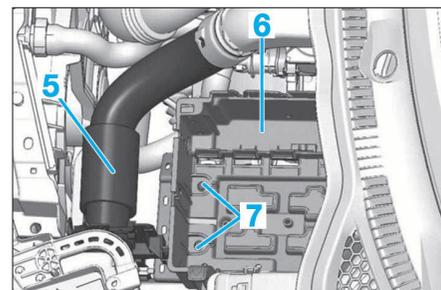
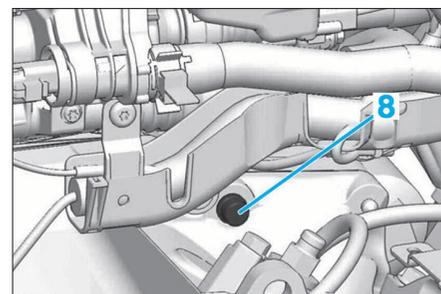

FIG. 6
FIG. 7
- Ecarter le calculateur d'injection (1).
- Dégrafer le raccord (5) (Fig.6).
- Déposer les 2 vis (7) et le bac à batterie (6).
- Déposer la vis (8) (Fig.7).